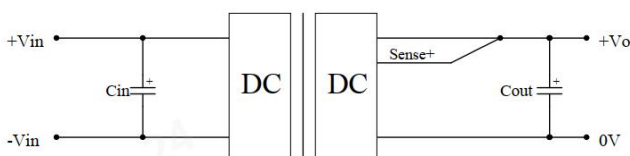

图 2
注: ①纹波噪声测试时使用平行线测试法, 特殊需求可参考图 2 及《非隔离模块电源应用指南》;
- (1)产品测试及应用时, 请按照 (图 2) 推荐的测试电路进行; 务必输入端外接一个电解电容 C_{in} , 用于抑制输入端可能产生的浪涌电压。
- (2)如果产品输入端并联瞬变能量较大的电路 (如并联电机驱动电路), 或会导致产品输入电压被拉低, 此时关注产品输入电压的波动, 建议适当增大输入端电解电容 C_{in} 的容值, 以保障输入端电压稳定, 避免输入电压低于欠压保护点导致产品重复启动的情况。
- (3)如需进一步减少输入输出纹波, 可适当加大外接电容 C_{in} 、 C_{out} 容值或选用串联等效阻抗值小的外接电容。